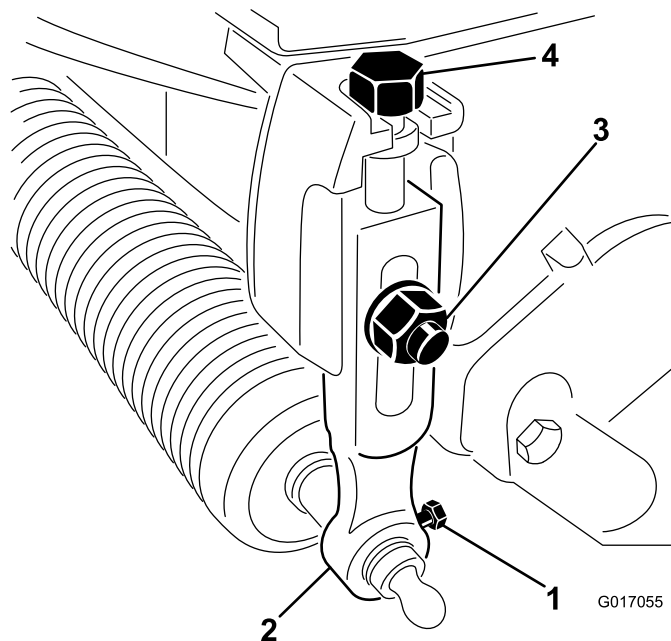

Рисунок 1
2. Отпустите винты, которые крепят каждый конец переднего валика к рычагам высоты скашивания (Рисунок 1).
3. Удалите лемешные болты, шайбы и контргайки, которые крепят рычаги высоты скашивания к каждому концу режущего блока (Рисунок 1). Снимите рычаги высоты скашивания и узел валика.
4. Снимите винты регулировки высоты скашивания с рычагов высоты скашивания (Рисунок 1).